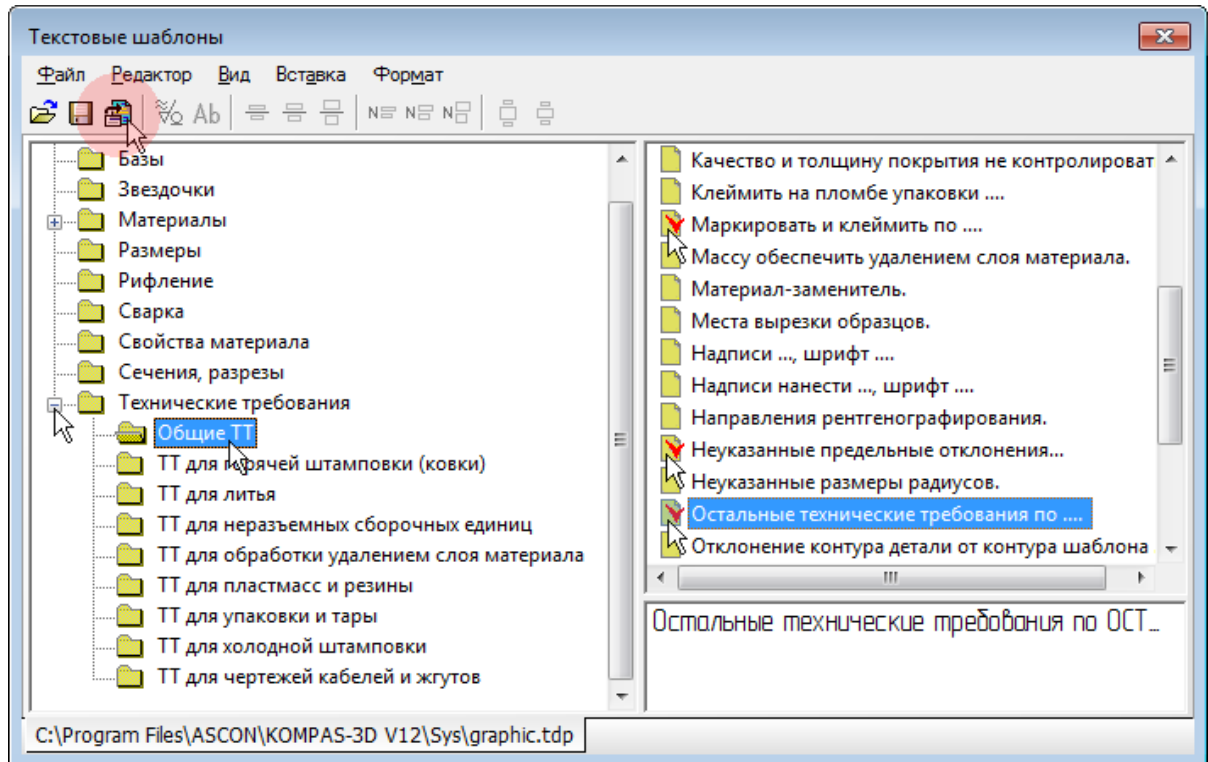

Рисунок 74.
- Чтобы скопировать выбранные пункты в текст, нажмите кнопку Вставить в документ  на инструментальной панели окна (рис. 74).